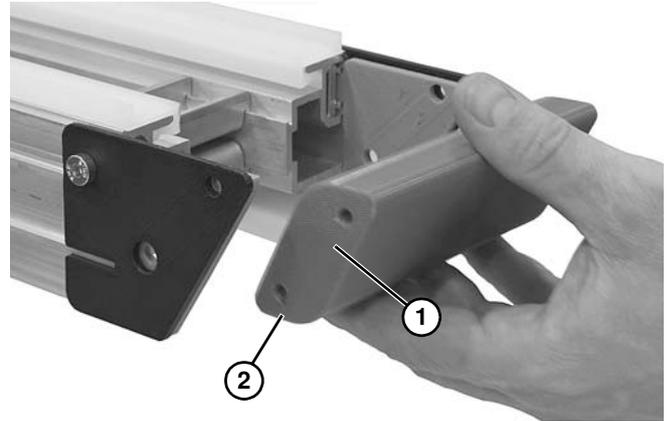

**Abbildung 64**
1. Auf beiden Seiten des Förderbands zwei Befestigungsschraube (**Abbildung 64, Teil 1**) abnehmen.